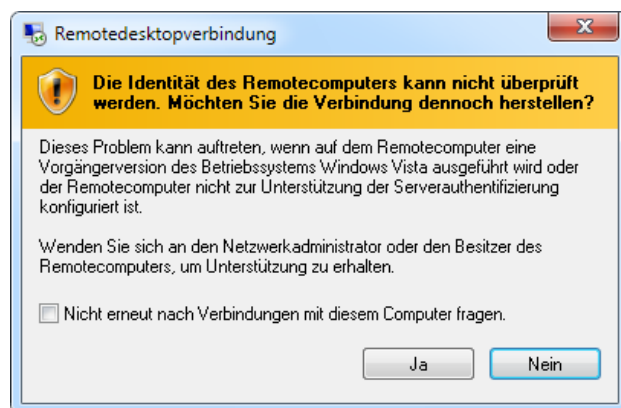

Abb. 7.3 Anzeige zur Identität des Remotecomputers
12. Je nach Konfiguration Ihres Windows-Betriebssystems erfolgt evtl. noch eine weitere Nachfrage, ob die Verbindung hergestellt werden soll (Identität des Remotecomputers, Abb. 7.3). Aktivieren Sie ggf. auch hier die Option, nicht erneut nachzufragen.
nicht erneut nachzufragen (siehe Abb. 7.3 auf Seite 37).